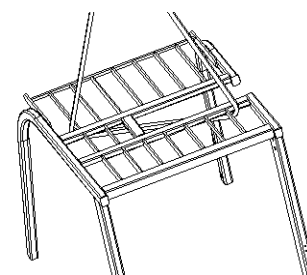

Рис. 2-76
(2) Места крепления защитной крыши представлены на Рис. 2-76